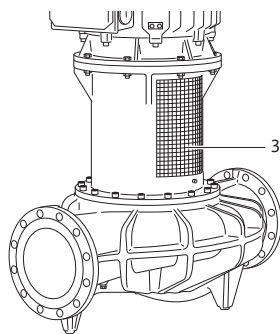

Fig. 48: Lamiera di protezione del giunto, montata
- **Azionare la pompa solo con lamiera di protezione del giunto montate (Fig. 48, pos. 3).**